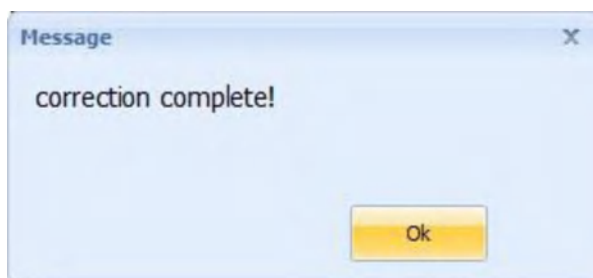

Рисунок 4-6 Калибровка
- Когда индикатор процесса дойдет до конца, калибровочный разогрев завершится, и появится сообщение «Калибровка завершена» ("Calibration Completed ") (см. рис. 4-6).